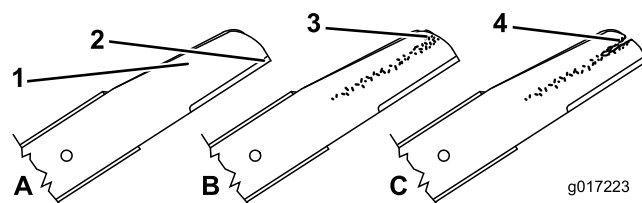

Figure 41
1. Examinez le tranchant des lames (Figure 41). Si elles ne sont pas tranchantes ou présentent des indentations, déposez les lames et affûtez-les ou remplacez-les.
2. Inspectez les lames elles-même, surtout la partie relevée (Figure 41). Remplacez immédiatement toute lame endommagée, usée ou qui présente une entaille.